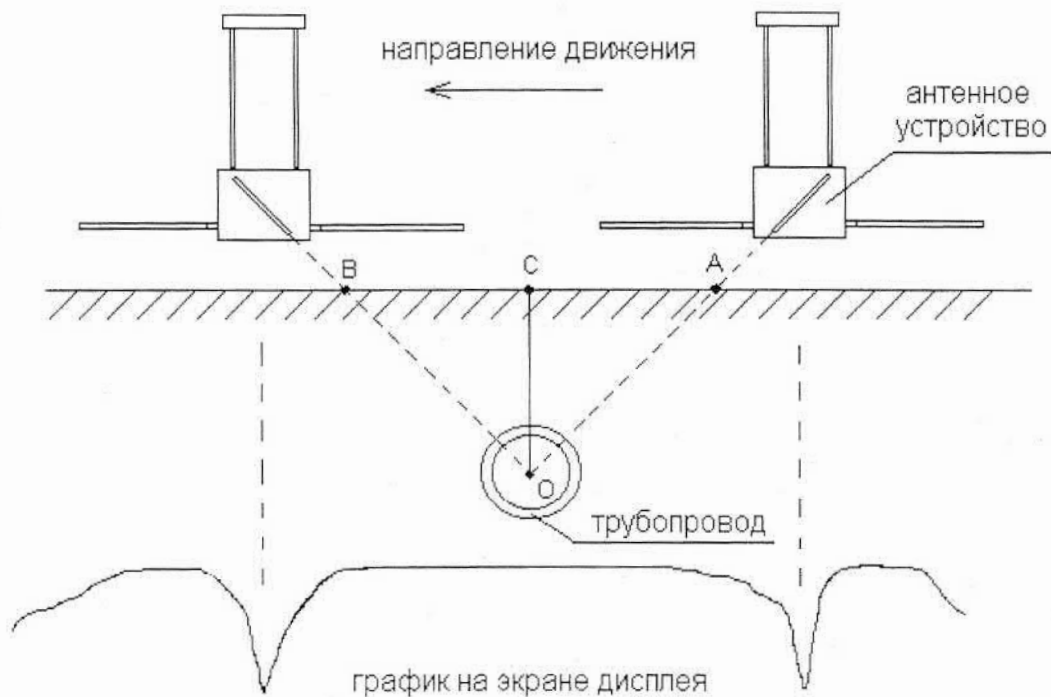

Рисунок 6.3 – Схема определение глубины залегания трубопроводов
6.3.3 Передвигая антенное устройство перпендикулярно оси трубопровода, отметить точку А согласно рисунку 6.3, по положению антенного устройства, которому соответствует минимальное значение принимаемого сигнала на экране дисплея (нижний конец магнитной антенны, расположенной под углом  $45^\circ$  к поверхности грунта должен быть направлен на трубопровод). После нахождения точки А антенное устройство повернуть на  $180^\circ$  относительно своей вертикальной оси. Продолжая движение, аналогично отметить вторую точку В по минимальному значению принимаемого сигнала (рисунок 6.3). Глубина залегания трубопровода ОС будет равна половине расстояния между двумя отмеченными точками А и В. Причем при минимальном значении сигнал на экране дисплея, наблюдается максимальная громкость однотонного звукового сигнала. При смещении графика к верхнему или нижнему краю экрана дисплея включить и отключить автоматическую подстройку усиления, что обеспечивает вывод графика на середину дисплея.